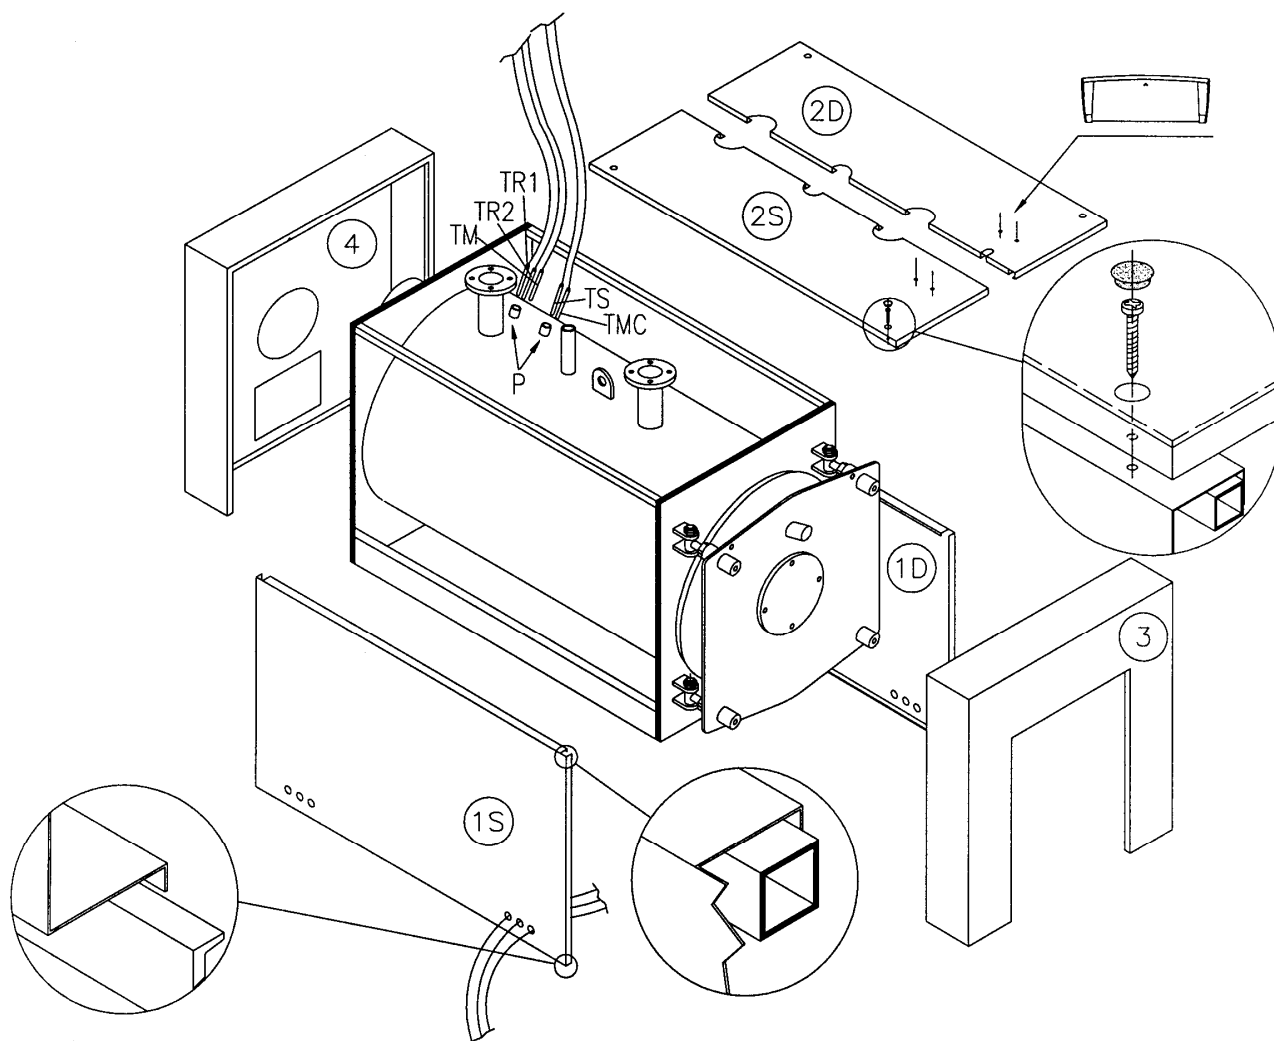

Fig. 8
4.2 RIVESTIMENTI CALDAIA REX/REX F/REX K/REX K F 7÷40 (Fig. 8)
- Avvolgere la lana di vetro sul corpo caldaia lasciando in vista i pozzetti porta bulbi (P) situati sul lato destro.